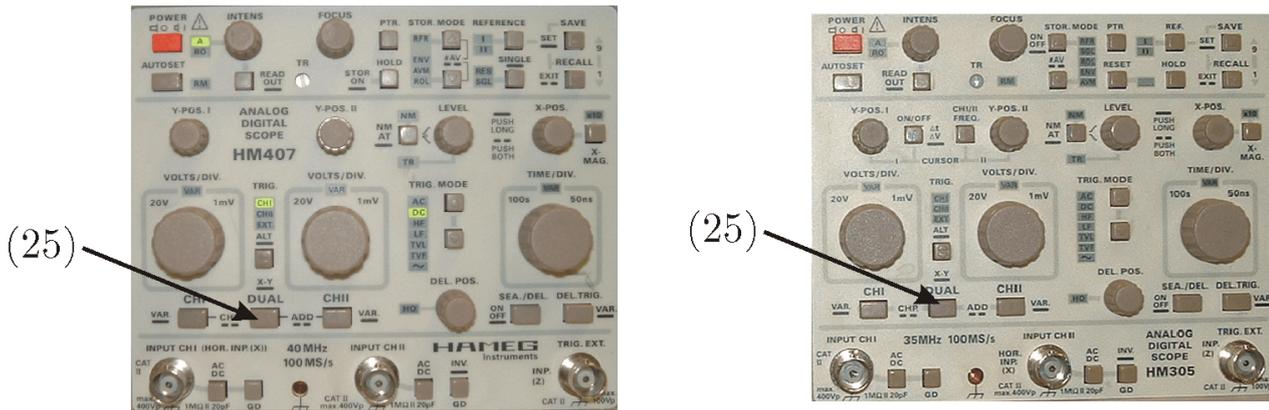

Figura 3.18: Fotografía de los osciloscopios HAMEG HM-407 y HAMEG HM-305 donde se ha marcado el control (25) Pulsador para activar el modo dual o el modo XY.
Vuelva a conectar la señal de su generador y la de su compañero de la misma forma que en el apartado 3.5.8 (Funcionamiento en modo dual). Ahora vamos a ver el modo de funcionamiento XY. Esta función se activa con la pulsación prolongada de la tecla (25), para más detalles ver la Figura 3.18. En este modo de funcionamiento queda desconectada la base de tiempos. El desvío en X se realiza mediante la señal conectada en el canal 1. La sensibilidad del canal 1 se utiliza para el ajuste de la amplitud en la dirección X. La señal conectada en el canal 2 provoca la desviación en el canal Y. El mando de sensibilidad se utiliza para ajustar la amplitud en la dirección Y. La base de tiempos no juega ningún papel en este modo. Active la función XY y compruebe todo lo anterior.